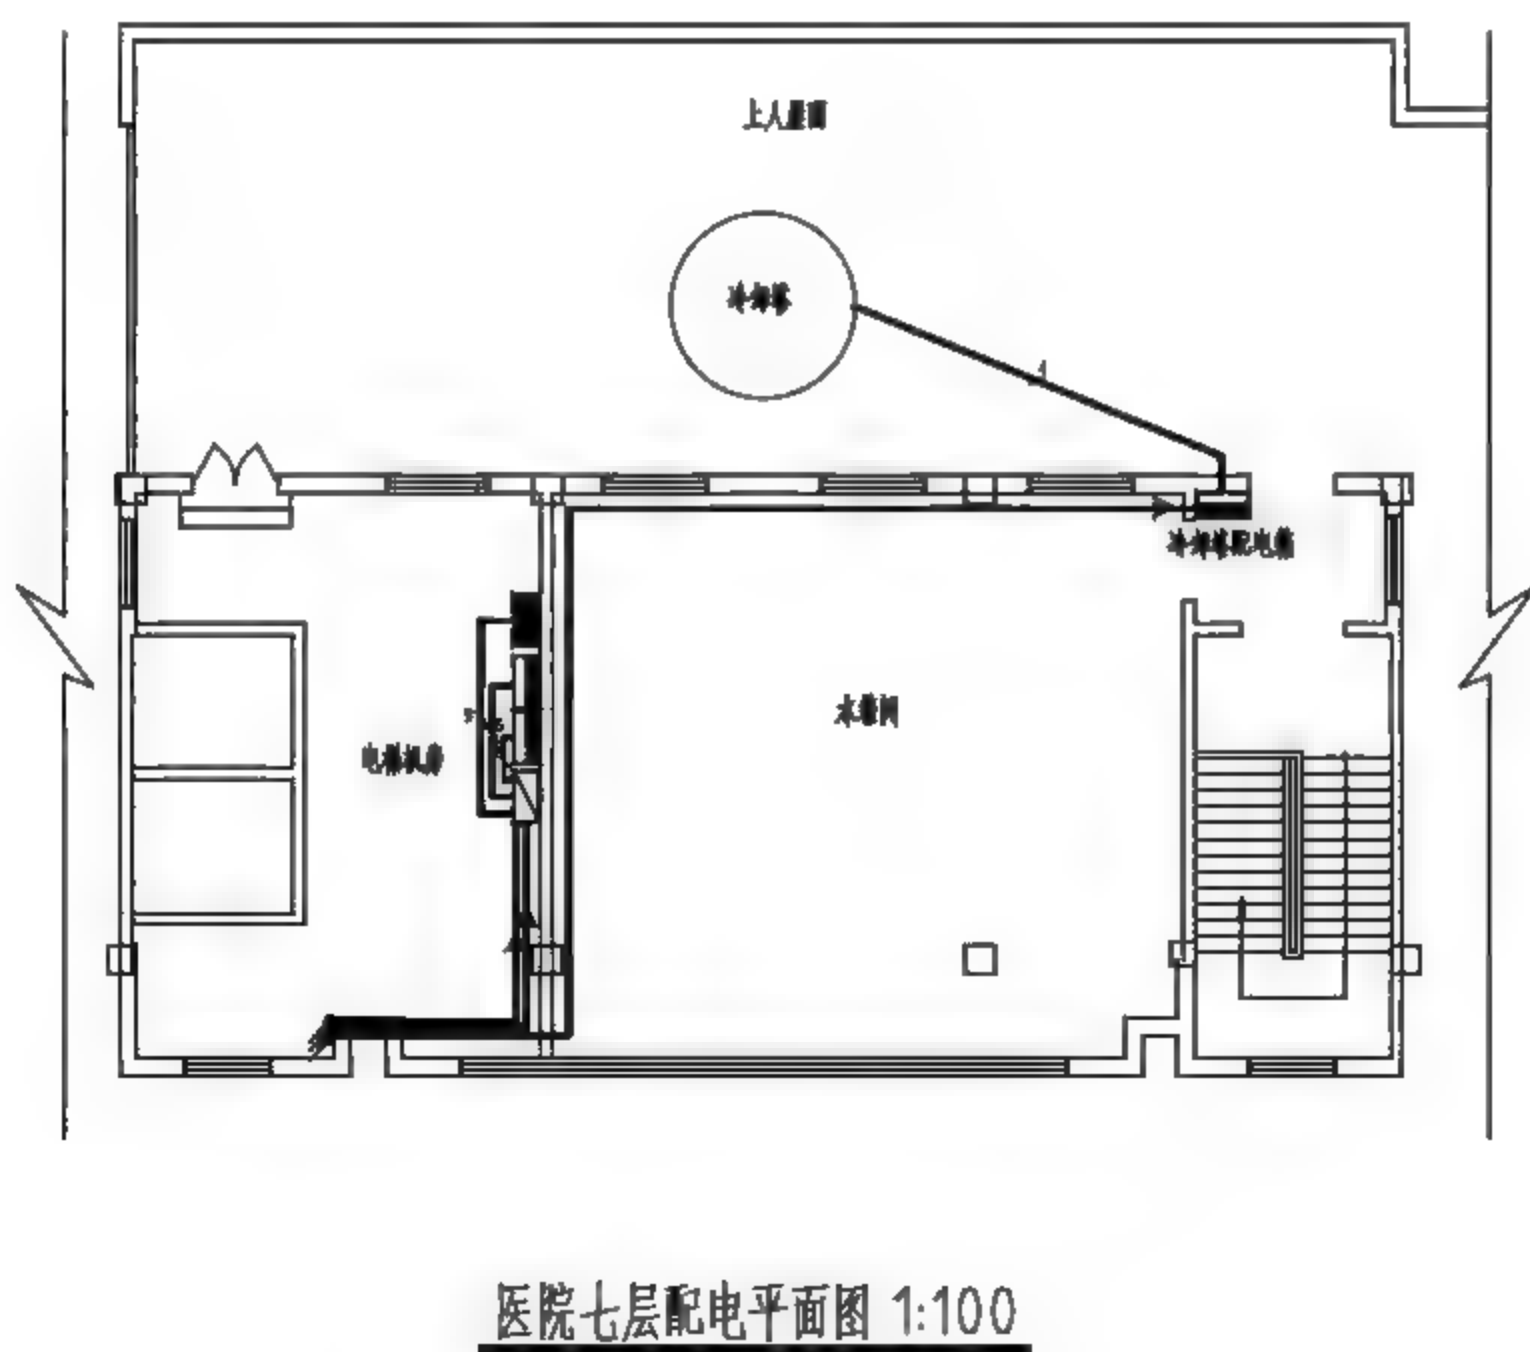

图5-161 打开素材
(1) 打开本书配备资源中的“素材\第5章\习题\5.5 绘制医院七层配电平面图.dwg”文件，如图5-161所示。